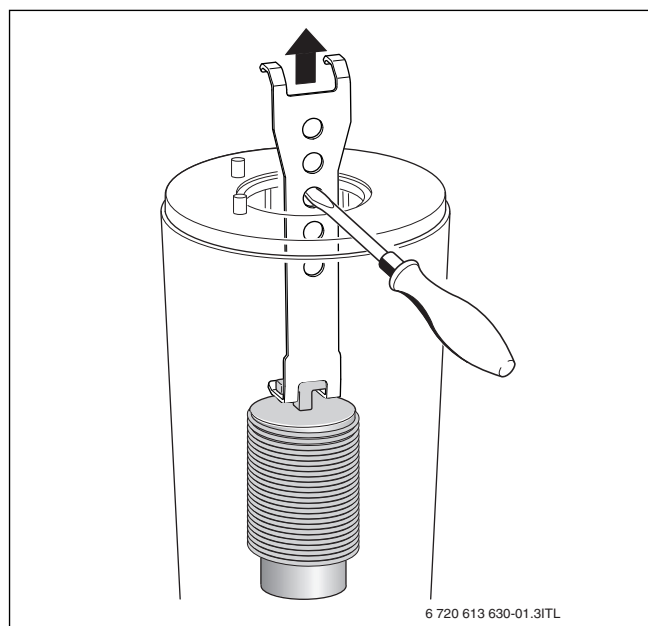

Fig. 109
- Estrarre il convogliatore inferiore aiutandosi con un cacciavite come da fig. 109.